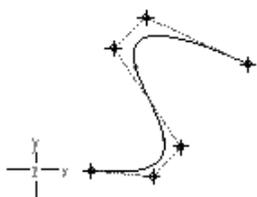
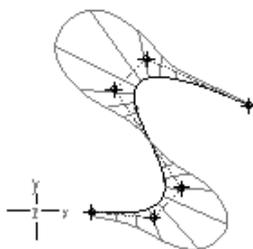

图 2.6.19 创建控制多边形
图 2.6.20 显示曲率分析图
- 在操控板中, 单击 **文件** 按钮, 并选取相关联的坐标系 (图 2.6.19), 就可形成相对于此坐标系的该样条曲线上所有点的坐标数据文件。
- 在操控板中, 单击  按钮, 可创建控制多边形, 如图 2.6.20 所示。如果已经创建了控制多边形, 单击此按钮则可删除创建的控制多边形。
- 在操控板中，单击 或 ，用于显示内插点（图 2.6.19）或控制点（图 2.6.20）。